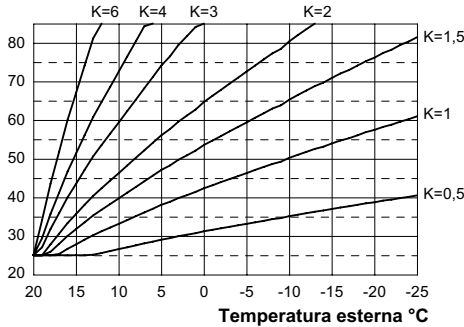
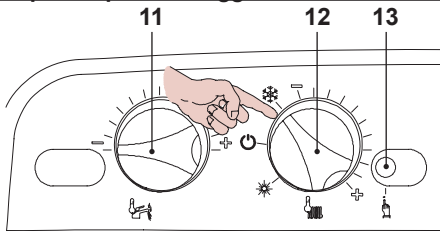

Fig. 5.34
Fig. 5.35
Quando si installa la sonda esterna bisogna impostare questo parametro in base al rendimento dell'impianto di riscaldamento per ottimizzare la temperatura di mandata (Fig. 5.34). Es. Per avere una temperatura di mandata all'impianto di riscaldamento di 60°C con una esterna di -5°C si deve settare un K di 1,5 (linea tratteggiata in Fig. 5.34).
- Posizionare le manopole 11 e 12 indicato in Fig. 5.35.
- Per settare il coefficiente K, determinato dalla Fig. 5.34 bisogna entrare in programmazione premendo per 15 secondi il pulsante di ripristino 13, in Fig. 5.35 fino alla comparsa del parametro **P01** sul display LCD; sul display LCD compare la seguente visualizzazione (la sequenza **P01** si alterna a ---).
- Premere il pulsante di ripristino 13, in Fig. 5.35, per lo scorrimento dei vari parametri sino al raggiungimento del parametro **P15** valido per il settaggio del coefficiente K; sul display LCD compare a seguente visualizzazione (la sequenza **P15** si alterna a 00).
ad un massimo di **255** in base alla curva scelta del coefficiente K in Fig. 5.34.